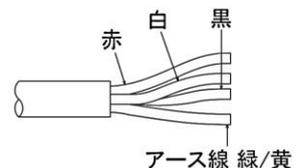

図 6-1
- ・ 付属ビニルキャブタイヤケーブル 4 芯内『緑色』の線をアース端子に接続して、機械単独のD種接地工事を行ってください。(図 6-1 参照)